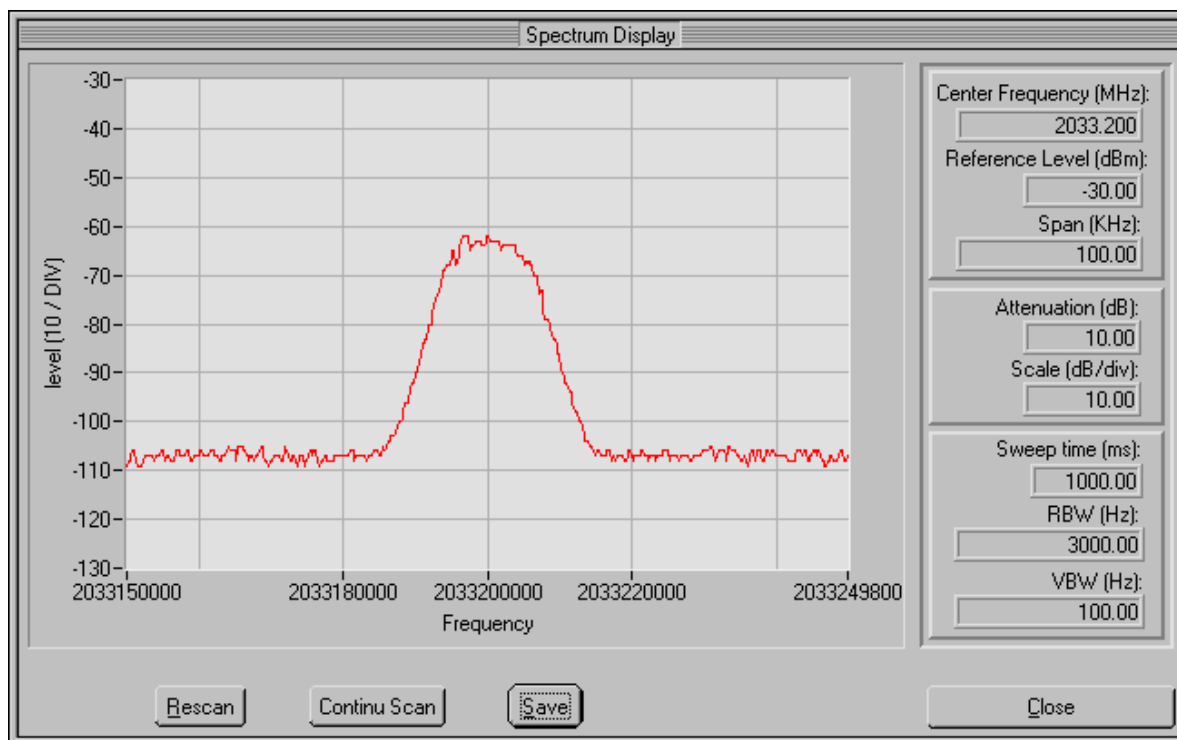

Fig. 10. Espectro do sinal de telecomando na entrada do receptor de telecomando (ELTA).
Utilizando o software BT V2.0, pode-se realizar a aquisição do espectro do sinal de telecomando (TM), mostrado na Fig. 10.
Nota: O espectro mostrado na Fig.10 corresponde ao espectro obtido pelo fabricante em ensaio realizado em 12/2001.